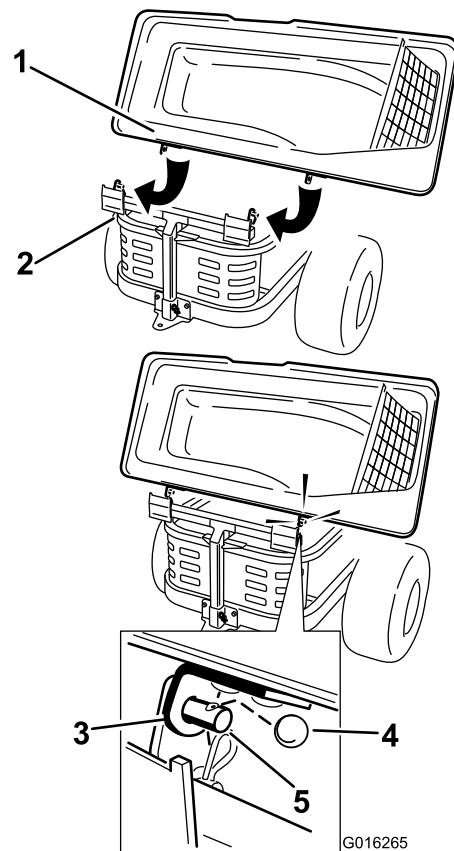

Figura 13
2. Coloque los soportes sobre las clavijas del bastidor del ensacador, e instale la chaveta circular en el taladro de la clavija derecha (Figura 13).